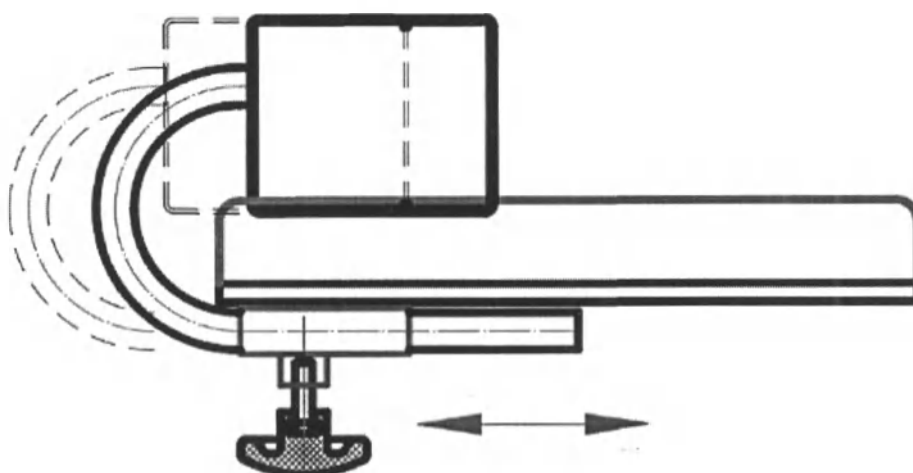

Рисунок 10
5.1.10 Отрегулировать положение абдуктора при помощи маховика под сиденьем. (рис.10). Регулировка положения абдуктора по глубине сиденья бесступенчатая.